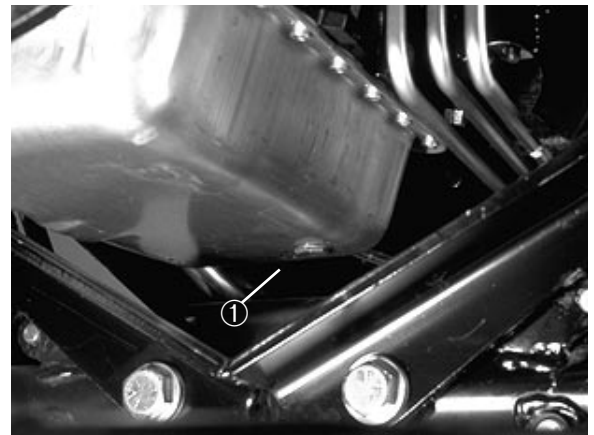

Bild 40
MOTORÖL UND -FILTER (Bild 40 & 41)
1. Die Ablasschraube (Bild 40) entfernen und das Öl in eine Wanne ablaufen lassen. Wenn kein Öl mehr aus dem Kurbelgehäuse strömt, die Ablasschraube mit einer neuen Schraubendichtung (Bestell-Nr. 74-7850) wieder